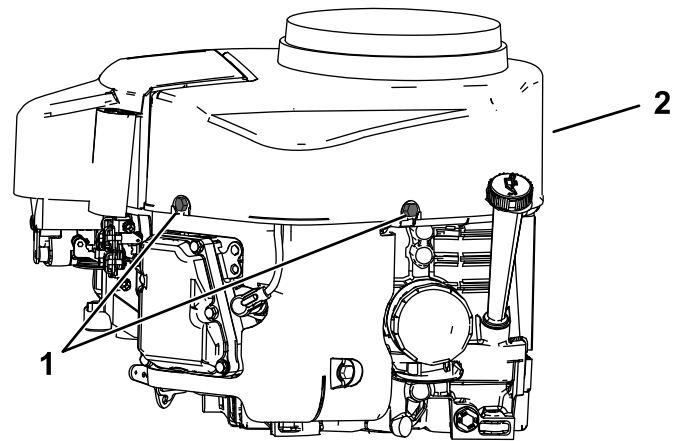

Figura 37
4. Afloje los pernos y retire la carcasa del ventilador (Figura 37).